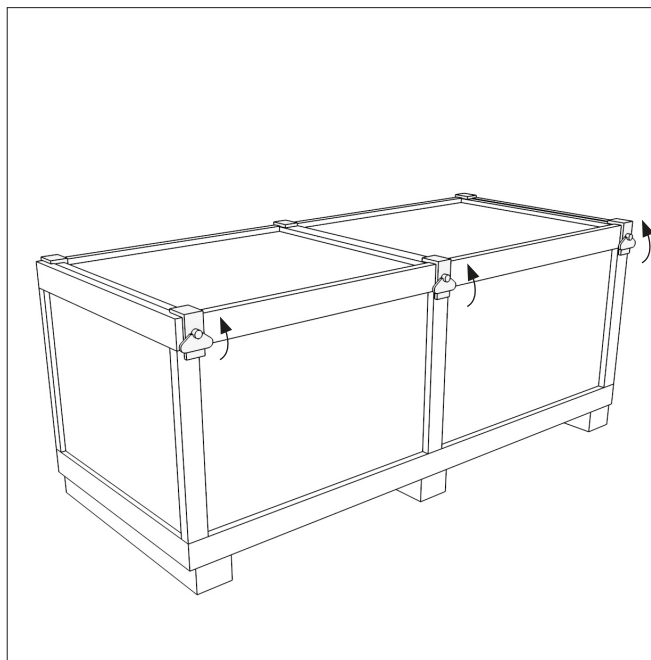

Рис. 8
- Транспортная упаковка (палета с деревянным габаритным каркасом с различными упаковочными элементами, рис. 8).
8.8. Подготовить и использовать для распаковки шприца-дозатора ножницы или нож. Ящик с машиной имеет крышку с легко размыкаемыми замками, которые позволяют легко распаковать оборудование без использования фомки, молотка и т.п. (рис. 8).